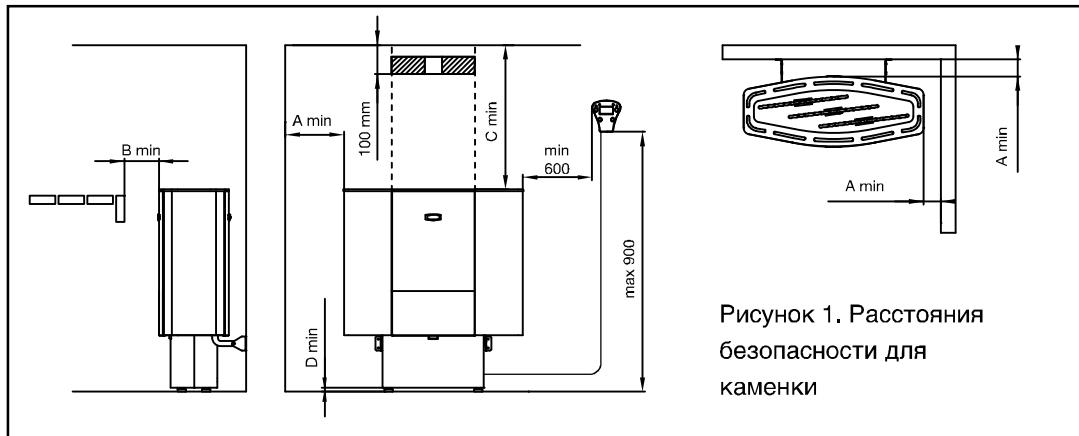

Рисунок 1. Расстояния безопасности для каменки
**) См. рис.1
- Установить датчик на место, указанное на рис. 1. 100 мм от потолка
- В сауне максимальная высота установки пульта управления – 90 см, а минимальная – 60 см на боку каменки (см. рисунок 1).